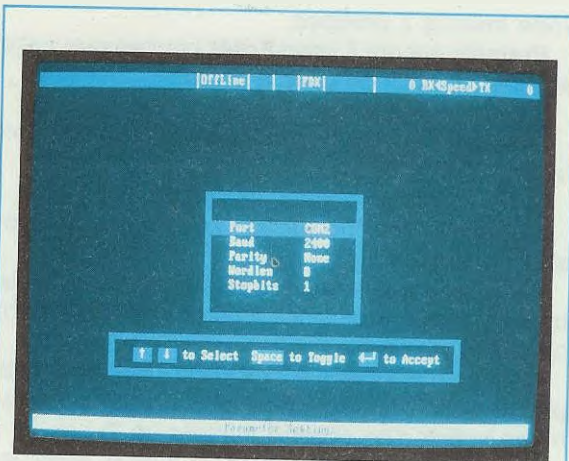

Fig.4 La prima operazione da compiere è quella di configurare la porta seriale premendo i tasti **ALT P** e la barra spaziatrice.
- ALT P** = Fa apparire la finestra di fig.4
La soluzione più semplice per effettuare sullo stampato queste modifiche è quella di tagliare con un paio di tronchesine il condensatore C18 e le due resistenze R28-R29 (vedi fig.3) e poi di ristagnarle sul lato rame dello stampato come visibile in fig.4. Le figure dello schema elettrico con le modifiche
Fig.3 Per poter ascoltare i telefoni cellulari ed i ponti radio in zone marginali occorre apportare al ricevitore poche e semplici modifiche. Come visibile nello schema elettrico, occorre invertire le due resistenze R28-R29, sostituire C18 con un valore di 10 pF ed inserire tra il piedino 7 di IC2 e la massa un altro condensatore da 10 pF. Per eseguire queste modifiche conviene togliere questi componenti e stagnarli sotto allo stampato come visibile in fig.4.
Fig.4 Nella parte sottostante al circuito stampato potrete inserire le due resistenze R28-R29 incrociandole, stagnare C18 da 10 pF nella posizione indicata ed infine prendere un altro condensatore da 10 pF e saldare un terminale alla pista dove risulta collegato C18 e l'altro terminale ad una pista di "massa".